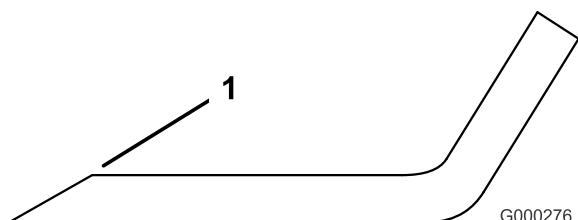

Figure 92
1. Au moyen d'une lime, aiguissez les tranchants aux deux extrémités de la lame (Figure 92) Veillez à conserver l'angle de coupe d'origine. Limez la même quantité de métal sur chacun des deux tranchants pour ne pas déséquilibrer la lame.